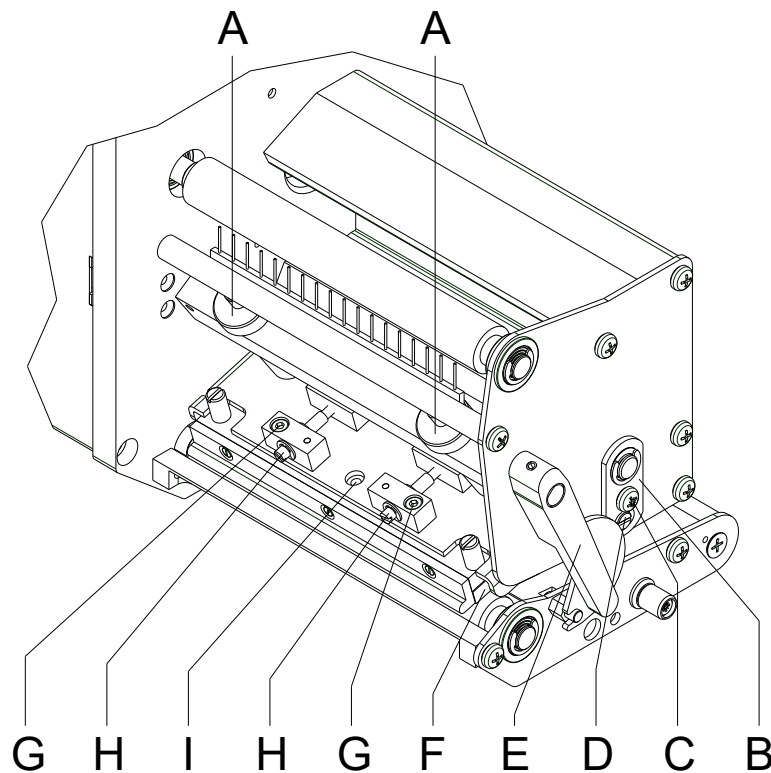

Abbildung 22
Falls nach Einstellen der Parallelität kein gleichmäßig starker Druck über die gesamte Druckbreite vorliegt, kann mit dem Stellblech (B, Abbildung 22) ein Ausgleich geschaffen werden.
1. Schraube (C, Abbildung 22) ca. $\frac{1}{4}$ Umdrehung lösen.
2. Exzenterbolzen (D, Abbildung 22) drehen, um einen Druckausgleich zu schaffen und solange nachstellen, bis ein gleichmäßiges Druckbild vorliegt.
3. Schraube (C, Abbildung 22) wieder anziehen.
1. Andruckschrauben (A, Abbildung 22) drehen, um den Druckkopfandruck zu verändern.
2. Drehen der Andruckschrauben (A, Abbildung 22) bis an den Anschlag im Uhrzeigersinn ergibt eine Andruckerhöhung von 10N gegenüber der Werkseinstellung.
3. Drehen der Andruckschrauben (A, Abbildung 22) genau eine Umdrehung vom Rechtsanschlag gegen den Uhrzeigersinn, ergibt die Werkseinstellung.